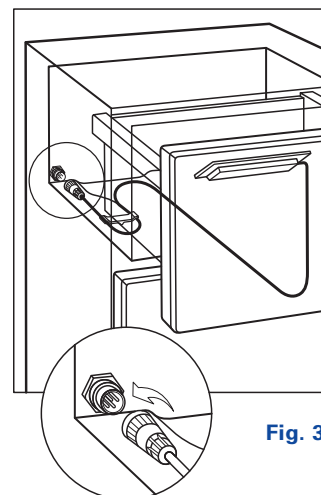

Fig. 3
**REMARQUE IMPORTANTE :** Sur les appareils sous plan, le tiroir supérieur est pourvu d'un câble de commande que vous devez débrancher avant de retirer ce tiroir. Reportez-vous à la figure 3 ci-après pour repérer l'emplacement de cette pièce et vérifier comment la débrancher.